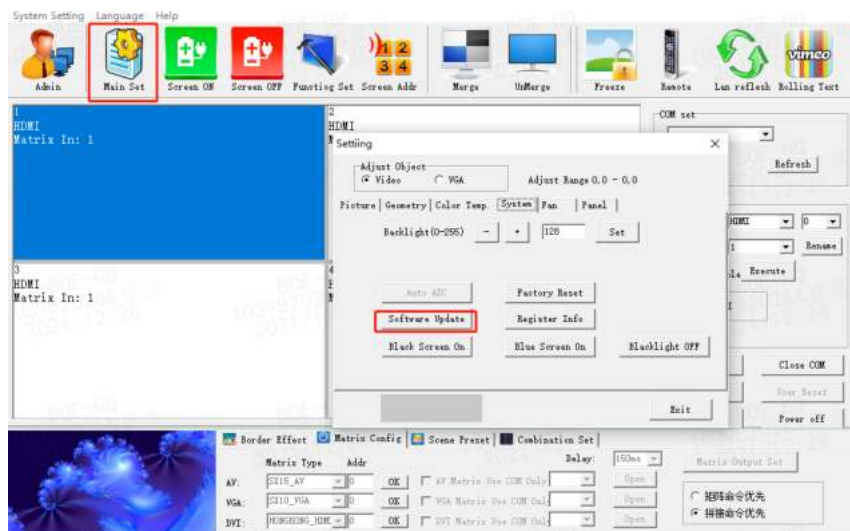

Рис. 21
3. Нажмите кнопку «Software Update» (Обновить программное обеспечение), как показано на рис. 21, экран станет синим, прогресс обновления программного обеспечения отображается в верхнем правом углу, а индикатор питания поочередно будет мигать зеленым и оранжевым, после чего обновление будет применено автоматически.